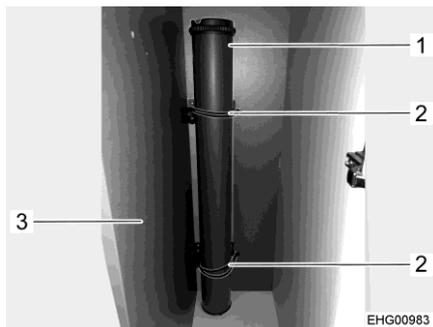

Fig. 38 Pata de mesa (en el armario ropero)
- Colocar la pata de mesa (Fig. 38,1) en forma erguida en el armario ropero (Fig. 38,3) (atrás de la cocina).
- Fijar la pata de mesa arriba y abajo con la cinta elástica (Fig. 38,2) en el soporte previsto.